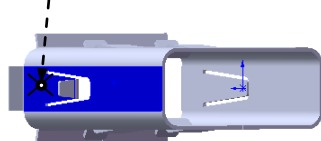

图 10.76 固定侧的位置
(3) 定义绘制的折弯参数。在图 10.76 所示的位置处单击, 确定折弯固定侧; 在 **折弯位置:** 选项选取“折弯在外”按钮 , 单击  按钮, 并在其后文本框中输入角度值 45; 取消 ☐ **使用默认半径(R)** 复选框, 在  文本框中输入折弯半径值 1。
(4) 单击  按钮, 完成绘制的折弯 14 的创建。